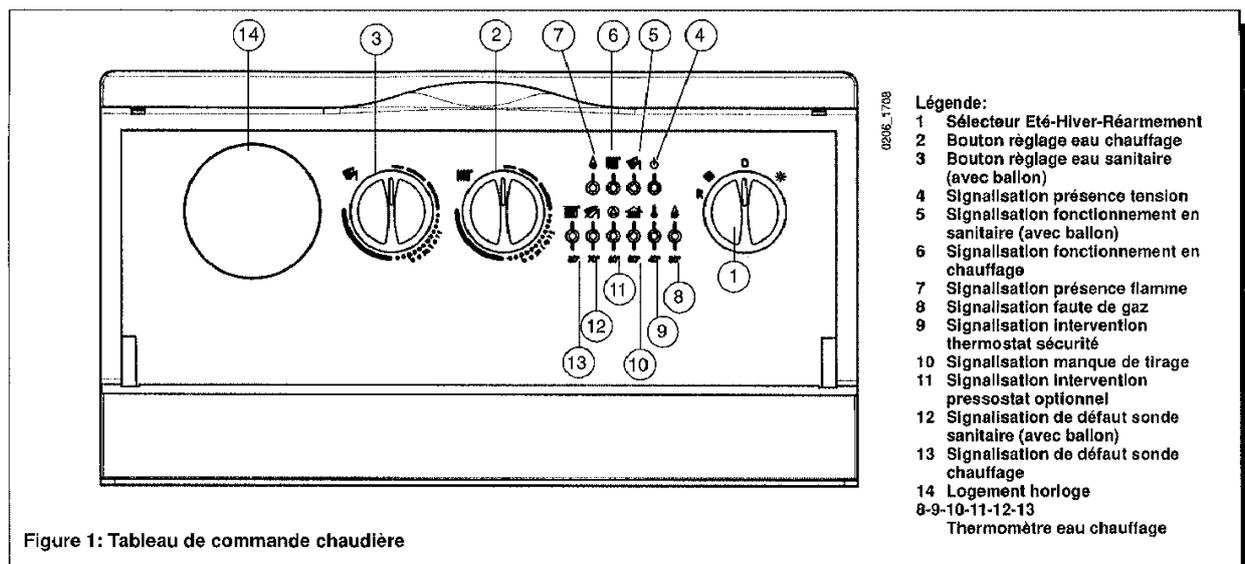

Figure 1: Tableau de commande chaudière
- Tourner le bouton du sélecteur (Réf.1 Figure 1) mettant la chaudière en position Hiver ❄️. Contrôler que le signal présence tension (Réf. 4 Figure 1) soit allumé et que le signal manque de gaz soit éteint (Réf. 8 Figure 1). Si celui-ci est allumé, tourner le bouton (1) momentanément sur le symbole R.
- Positionner l'index du thermostat de réglage eau de chauffage (Réf. 2 Figure 1) afin que la chaudière fonctionne au régime thermique voulu.
**Important :** avec le sélecteur (Réf.1 Figure 1) en position ❄️ Hiver, il faut quelques minutes d'attente à chaque intervention du dispositif de réglage du chauffage (Réf. 2 Figure 2). Pour obtenir immédiatement un nouvel allumage du brûleur mettre le sélecteur en position (0) et remettre en position Hiver.
**Attention :** pendant le premier allumage, avant l'évacuation de l'air contenu dans le tuyau à gaz, il est possible que le brûleur ne s'allume pas et que la chaudière se bloque (signal rouge allumé clignotante Réf. 8 Figure1).
Le bouton réglage eau sanitaire(Réf.3 Figure 1) est active seulement en présence de l'unité ballon. En ce cas est possible régler la température de l'eau sanitaire en tournant le bouton à la valeur souhaitée pour l'eau chaude sanitaire.
Avec le sélecteur été / hiver en position "Hiver" ❄️ (Réf. 1 figure 1), une fois atteinte la température choisie de l'eau du ballon, la chaudière se met automatiquement au service de l'installation de chauffage (précédemment sanitaire).
Il est possible d'exclure la fonction " sanitaire " en plaçant le bouton (Réf. 3 Figure 1) à la valeur minimale qui correspond à la fonction antigel du ballon.
Avec le bouton été/hiver en position "Eté" ☀️ (Réf. 1 figure 1) le brûleur restera allumé et la pompe du ballon ne fonctionne que lorsque la température de l'eau chaude sanitaire contenue dans le ballon baisse au-dessous de la valeur mise au point par le bouton de réglage correspondant.
Faute d'un thermostat d'ambiance, il est possible de contrôler la température ambiante par le thermostat de réglage de la chaudière (Réf. 2 Figure 1); dans ces conditions la pompe fonctionne toujours.
- Tourner le sélecteur (Réf.1 Figure1) en position (0) en faisant attention que le signal présence tension soit éteint (Réf. 4 Figure 1), auquel cas l'alimentation électrique de la chaudière s'interrompt.